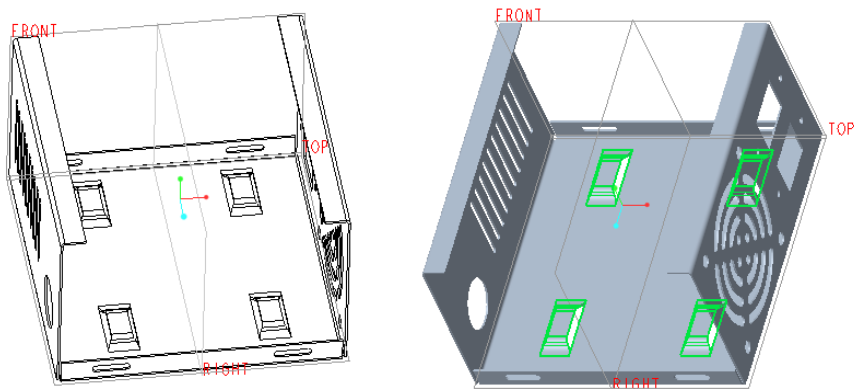

图 6-106 阵列结果
(3) 在“阵列”选项卡中单击  (完成) 按钮, 得到的阵列结果如图 6-106 所示。